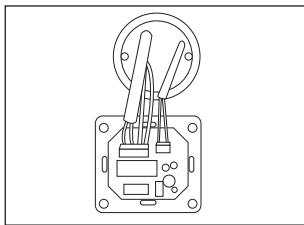

Рисунок 22. Подключение системы теплого пола через терморегулятор.
- Подключите терморегулятор к электрической сети согласно прилагаемой к терморегулятору схеме подключения (рисунок 22).